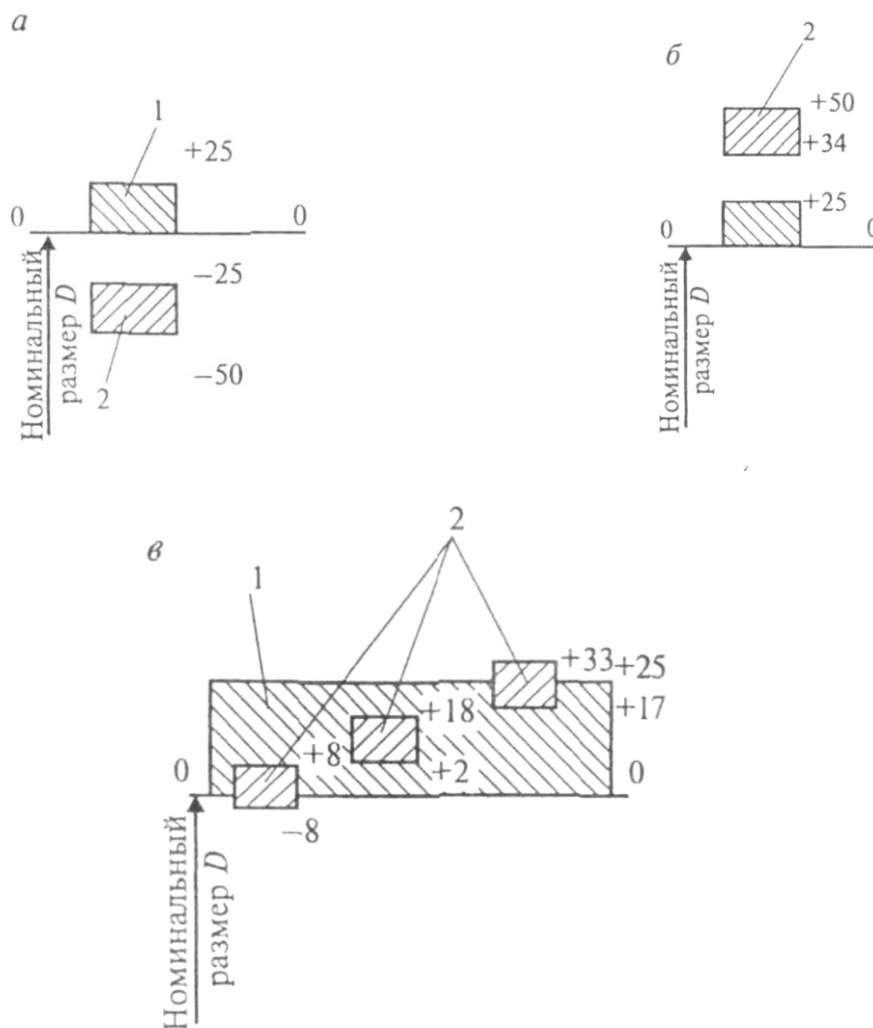

Рисунок 1. Схемы полей допусков (отверстия – 1 и вала - 2) для разных посадок: а – зазор; б – натяг; в – переходная посадка.
Посадка с зазором обеспечивает возможность относительного перемещения собранных деталей. При посадке с зазором поле допуска отверстия находится над полем допуска вала (рис. 1, а).
Натяг обозначается буквой N. Натяг равен: $N = d - D$. Посадка с натягом обеспечивает взаимную неподвижность сопрягаемых деталей после их сборки. При натяге поле допуска отверстия находится под полем допуска вала (рис. 1, б).
3. **Переходная посадка** - посадка, при которой возможно получение как зазора, так и натяга. Она характеризуется наибольшим зазором и натягом. В переходной посадке поля допусков отверстия и вала перекрываются частично или полностью (рис. 1, в).
6. Измерить на реальном изделии действительные размеры (d_d , D_d) и сравнить их с соответствующими размерами, указанными на чертеже (рис.1).